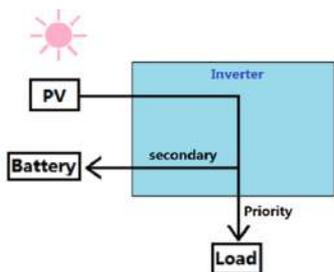

Figure1-10
2. Si le PV est suffisant, le PV fournit de l'énergie à la charge prioritaire, puis charge la batterie. (Figure1-10)